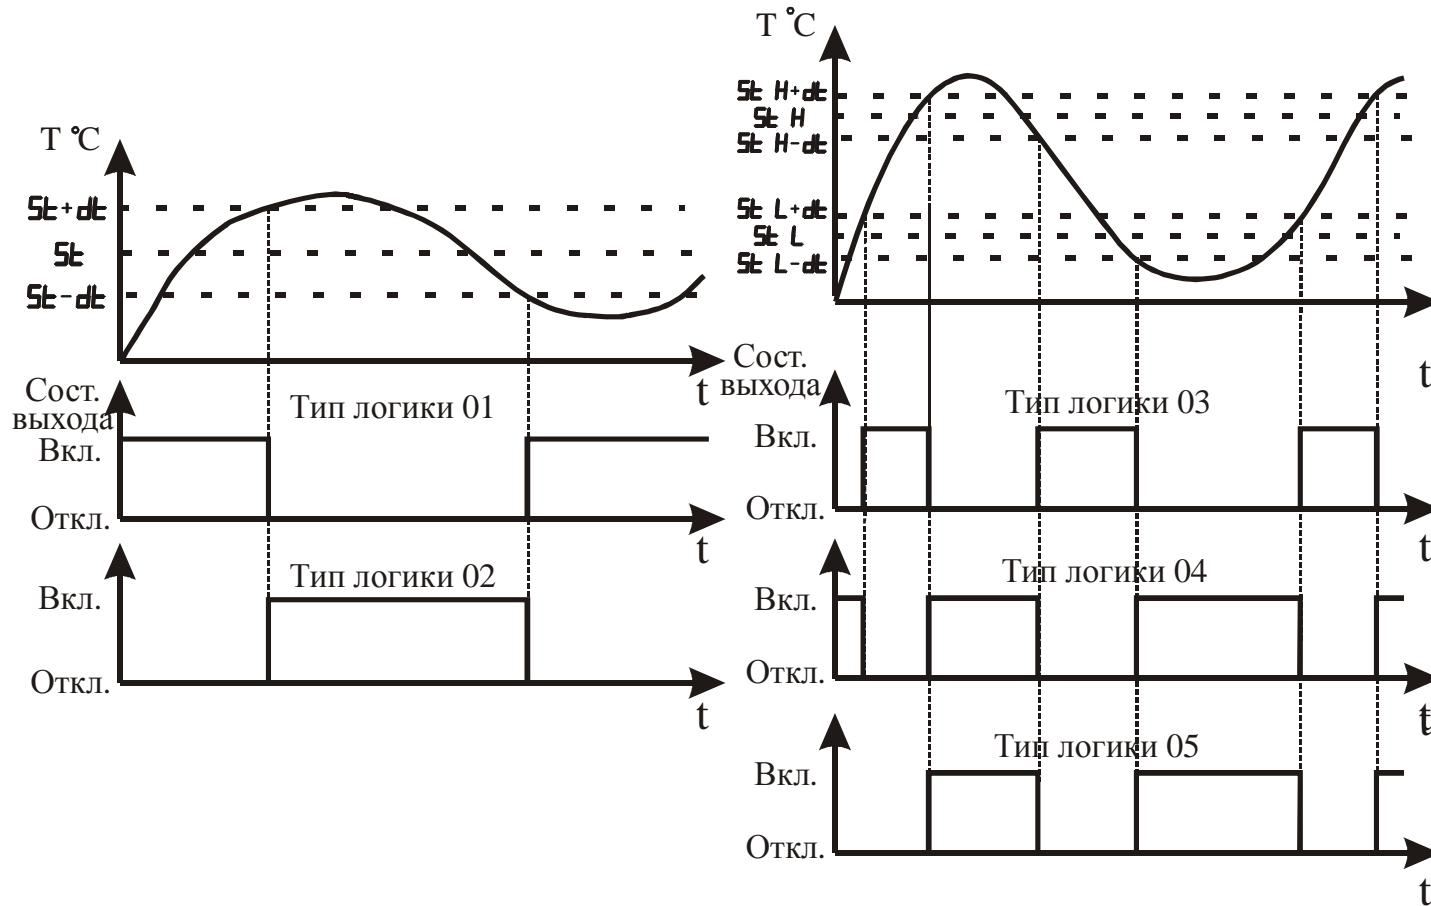

Рисунок 3.16 – Графическое представление типов логики работы компаратора
3.3.3.4 Параметр “Тип логики работы компаратора” определяет алгоритм управления исполнительным устройством (см. рисунок 3.16).